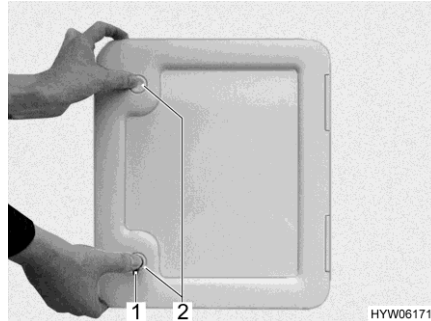

Bild 278 Klappe für den Fäkalientank
- Die Klappe für den Fäkalientank außen am Fahrzeug öffnen. Dazu den Schlüssel in den Schließzylinder des Druckschlössers (Bild 278,1 oder Bild 279,1 oder Bild 280,1) stecken und eine viertel Umdrehung im Uhrzeigersinn drehen.